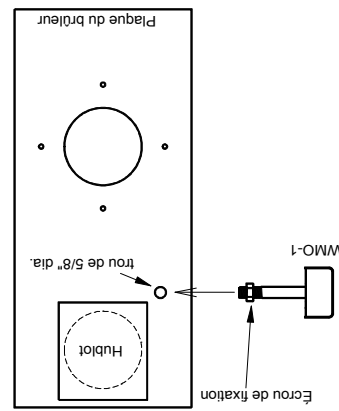

FIG. 6A
## INSTALLATION SUR LA PLAQUE DU BRÛLEUR – APPAREILS COMBINÉS - FIGS. 6A ET 6B
1. Reportez-vous à la Fig. 6A. Enlevez le bouchon d'un diamètre de 5/8» de la plaque du brûleur. Découpez ou limpez un trou dans l'isolant rigide en fibre de verre, à l'arrière du trou de 5/8» dans la plaque du brûleur. Le trou doit être assez large pour que l'écrou de fixation du WMO-1 puisse être fixé contre l'arrière de la plaque du brûleur. Enlevez un des écrous de fixation du tube de l'assemblage WMO-1. Serrez l'autre écrou autant que possible contre le tube.